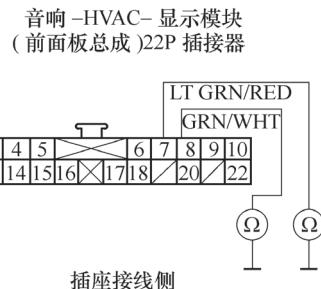

图 5-106 检查前面板总成 22P 插接器的
8) 如图 5-106 所示, 分别检查前面板总成 22P 插接器的 7 号端子和 8 号端子与车身搭铁之间的导通性。如果导通, 维修前面板总成和再循环控制电动机导线对车身搭铁之间的短路故障; 如果不导通, 进行下一步检查。